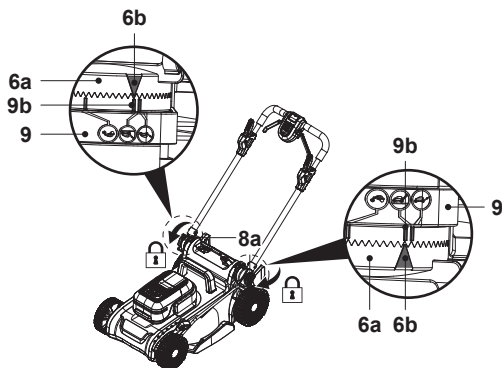

Fig. 2
4. Alinhe o triângulo de indicação (6b) na placa seletora (6a) com um dos indicadores de altura da pega (9b/9c) no suporte da pega (9) e, em seguida, fixe o conjunto da pega (4, 6) apertando os botões de bloqueio (8a) (Fig. 2).
5. Certifique-se de que os dois guidores inferiores (6) estão montados à mesma altura em ambos os lados.
6. Certifique-se de que o cabo de controlo (20) percorre a parte superior do guiador inferior (6).